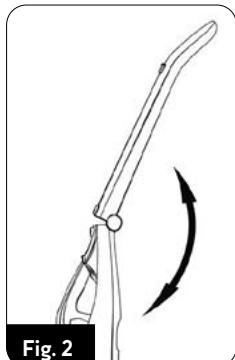

Fig. 2
4. Despliegue el conjunto del asa (2) y bloquéelo en la posición desplegada (fig.2). El asa puede abatirse pulsando el botón (3).